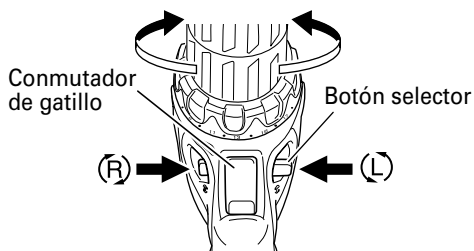

Fig. 10
- La broca rota hacia la derecha (mirándola desde atrás) al oprimir el lado R (der.) de inversión.El lado L (izq.) se usa para hacer girar la broca a la izquierda (Vea las Fig. 10). (Las marcas (L) y (R) están en el botón selector.)